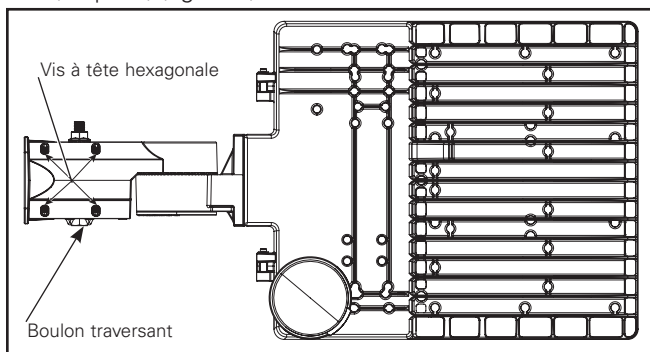

Figure 6.
- Retirez le boulon d'assemblage de l'adaptateur d'emboîtement et installez l'adaptateur d'emboîtement sur un tenon de 60,3 mm (2 3/8 po) de diamètre extérieur. Assurez-vous qu'aucun fil n'est pincé et serrez les quatre vis à tête hexagonale à un couple de 3,4 Nm (30 po-lb) (figure 6).
- Pour un montage sur tenon horizontal, réinstallez le boulon traversant pour fixer le luminaire au tenon. Serrez le boulon à un couple de 13,5 Nm (120 po-lb) (figure 6).